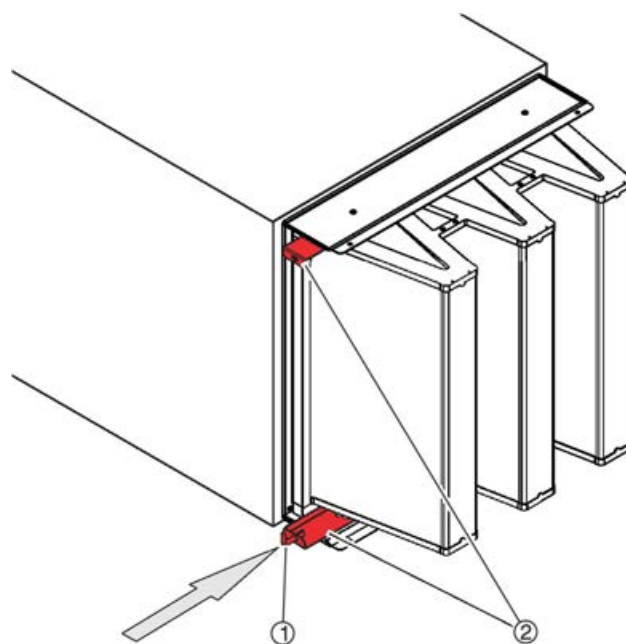

Abb. 27: Spannschienen einfahren
7. ▶ Die Spannschienen ( Abb. 27 /2) nacheinander mit dem Spezialschlüssel ( Abb. 27 /1) hineinschieben, bis sie anschlagen.